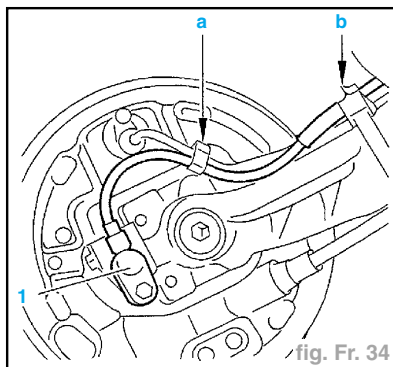

fig. Fr. 34
- Dégrafer le faisceau en "a" et "b" (fig. Fr. 34).